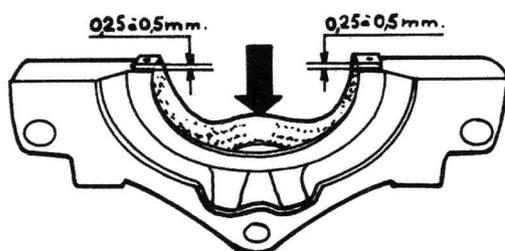

Fig. 36
- 2° Placer la demi-coquille dans un étau. Engager la tresse dans la gorge sur une longueur de 20 cm environ, en faisant dépasser les extrémités de celle-ci entre 0,25 et 0,50 mm par rapport au plan de joint de la demi-coquille (fig. 36).